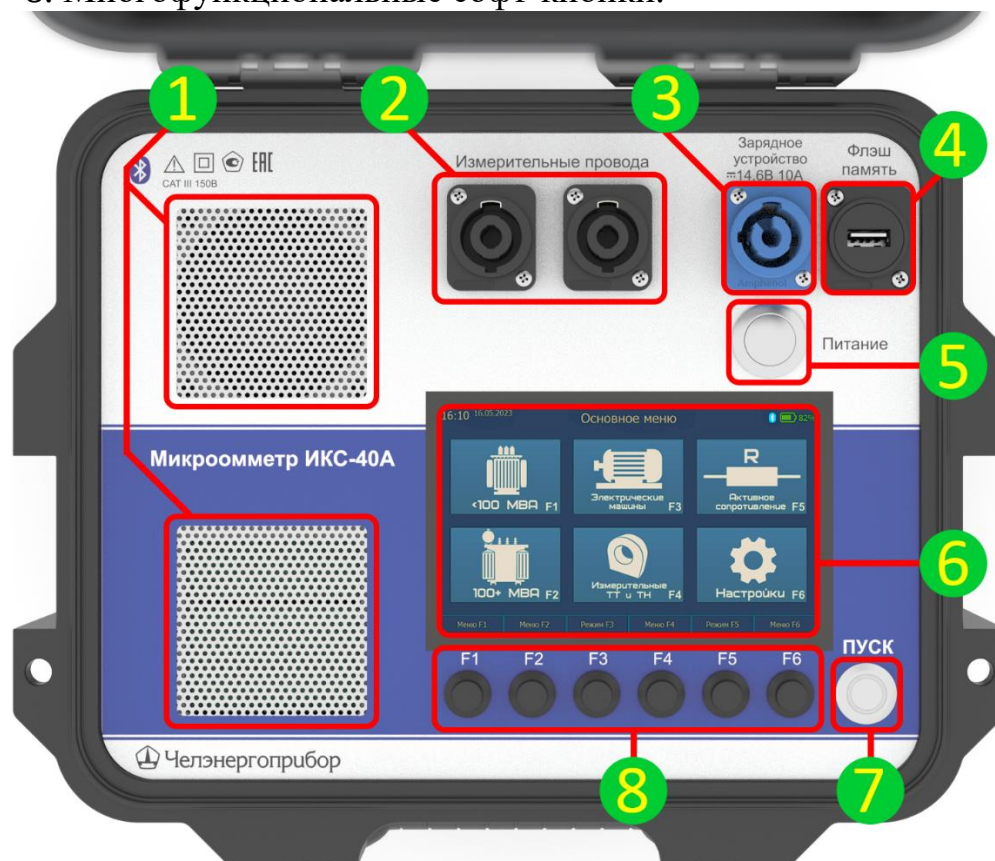
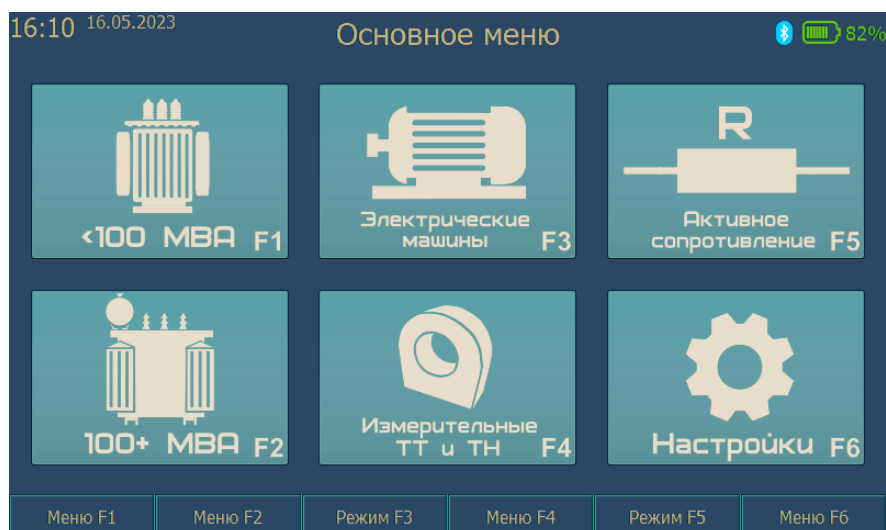

Рис. 2. Внешний вид прибора ИКС-40А
Рис. 3. Основной экран
1.4.2. Внешний вид прибора ИКС-40А приведён на рис. 2.
- 2.2.1. После включения и загрузки прибора на дисплее отображается основной экран прибора. Его вид представлен на рис. 3.
- 2.2.2. Управление прибором может осуществляться с помощью сенсорного ввода, а также с помощью аппаратных кнопок (7,8 рис. 2). Описанные
2.2.3. Софт-кнопки (8 рис. 2) выполняют различные функции в зависимости от текущего режима работы прибора. Текущие актуальные функции для каждой из кнопок отображаются на панели софт-кнопок (5 рис. 3). Например, в основном меню, представленном на рис. 3 каждая из софт-кнопок закреплена за отдельным пунктом меню и нажатие на нее приведет к выбору этого пункта.